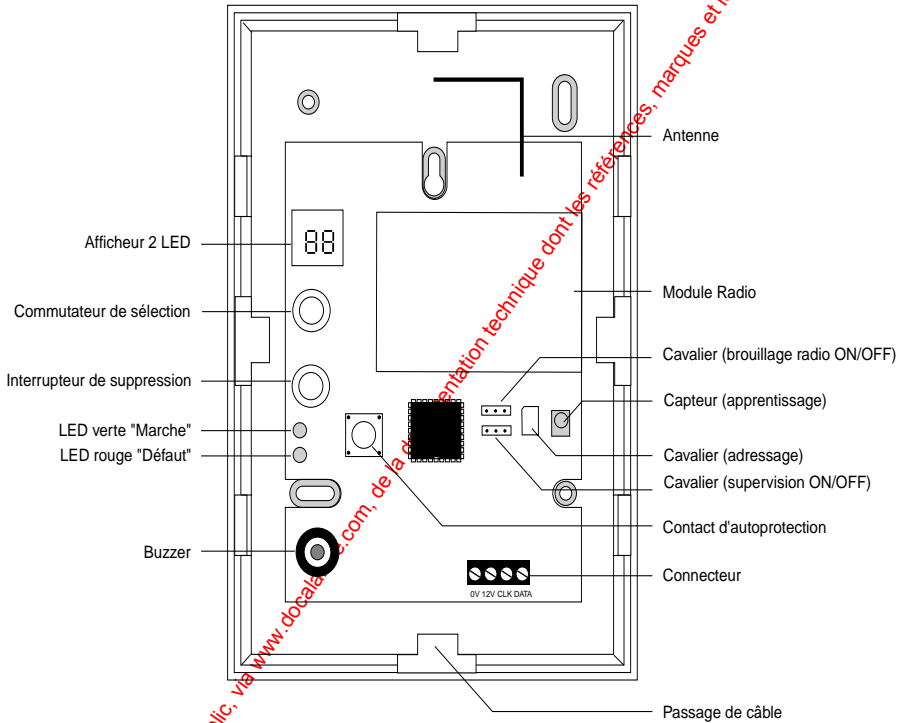
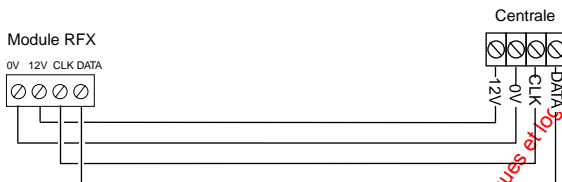

Figure 2. Vue interne du module RFX.
Figure 3. Raccordements du RFX
La Figure 2 ci-dessous illustre l'intérieur du module RFX.
3. La partie supérieure de l'embase présente un trou oblong central (se reporter à la Figure 2). Marquer l'emplacement et percer un trou. Fixer temporairement l'embase sur le mur. Marquer la position de deux autres trous de fixation, retirer l'embase et finir de percer les trous.
La Figure 3 illustre les connexions entre le RFX et la centrale. Note : utiliser le passage de câble situé dans la partie inférieure du boîtier. N'acheminer aucun câble par le haut du boîtier. Dans le cas contraire, des interférences avec l'antenne risquent d'être générées.
Afin que le RFX puisse procéder à l'apprentissage des émetteurs, il est nécessaire de le raccorder à une source 12 Vdc. Tirer cette alimentation de la centrale, en effectuant les raccordements illustrés à la Figure 3. Il est possible d'alimenter le RFX temporairement en raccordant une batterie 12 V aux connecteurs 12V et 0V représentés à la Figure 2. Une fois l'apprentissage achevé, le RFX conserve toutes ces informations lorsque l'alimentation est coupée.
2. S'assurer que la LED rouge d'activité de l'émetteur est dirigée vers le capteur d'apprentissage du RFX (se reporter à la Figure 2) et pas à plus de 100 mm de celui-ci.
3. S'assurer que la LED d'activité de l'émetteur pointe vers le capteur d'apprentissage du RFX (se reporter à la Figure 2) et pas à plus de 100 mm de celui-ci.
2. Presser le commutateur "Select" jusqu'à ce que le numéro de zone ou bien le nombre d'émetteurs PA/télécommandes apparaisse sur l'afficheur. Les deux LED verte (Marche) et rouge (Défaut) doivent être éteintes (se reporter à la Figure 2).